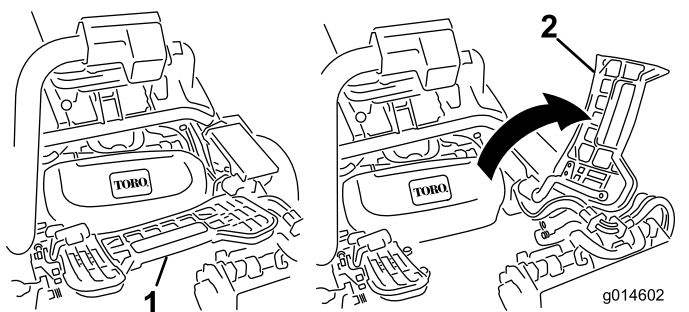

Bild 46
1. Heben Sie die Fußplattform an und schwenken sie in die geöffnete Stellung, um die Stellung der mittleren Schneideinheit zugänglich zu machen (Bild 46).